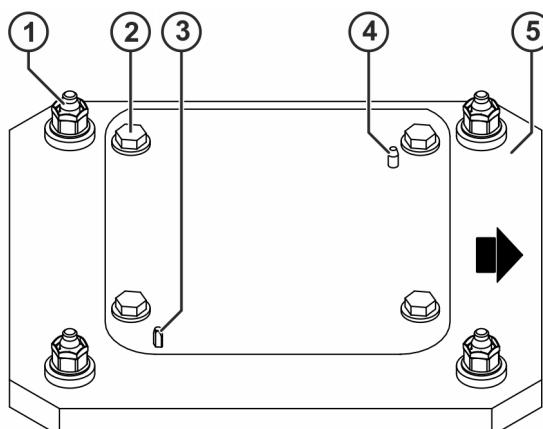

Abb. 7-1: Fundamentbefestigung
2. 2 Aufnahmeholzbolzen mit jeweils 1 Innensechskantschraube M8x55-8.8 in die Fundamentplatten schrauben und auf festen Sitz prüfen (>>> Abb. 7-1).